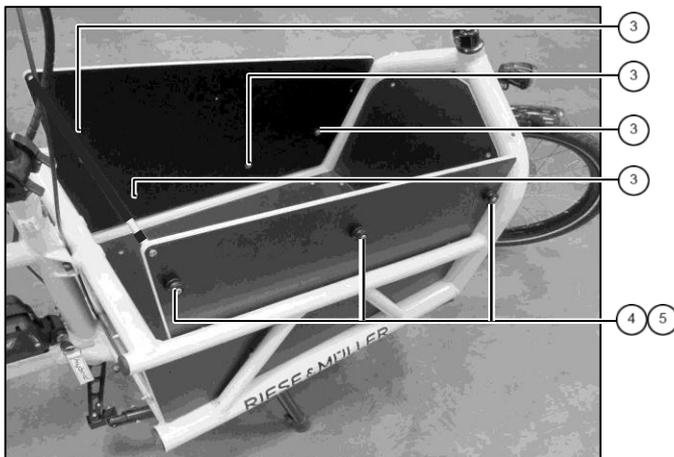
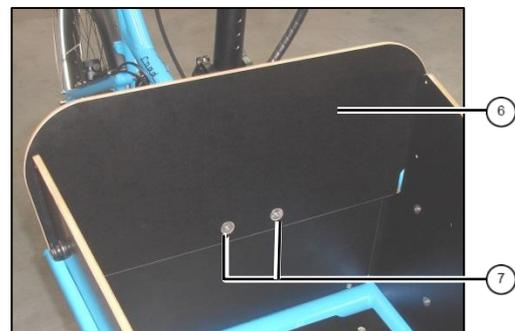

Abb. 1: Seitenwände montieren
Abb. 3: Cargo-Rückwand
1. Rundknöpfe ④ auf Thermoplastschrauben ⑤ stecken und Thermoplastschrauben ⑤ gemäß Abb. 1 in Seitenwände schrauben.
3. Unterlegscheiben ② auf Senkkopfschrauben ① schieben. Senkkopfschrauben durch Bohrungen ③ der Seitenwände stecken und locker in die Gewinde in der Reling drehen.
4. Seitenwände ausrichten und alle acht Senkkopfschrauben ① festziehen.
5. Cargo-Rückwand ⑥ mit Senkkopfschrauben ⑦ montieren (siehe Abb. 3).